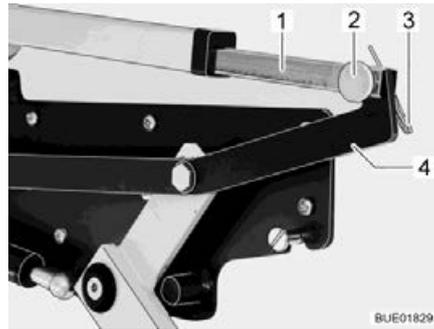

Bild 143 Antrieb für Hubbett
- Verbindung zwischen Schubstange (Bild 143,1) und Hebel (Bild 143,4) trennen. Dazu Splint (Bild 143,3) und Stift (Bild 143,2) herausziehen.